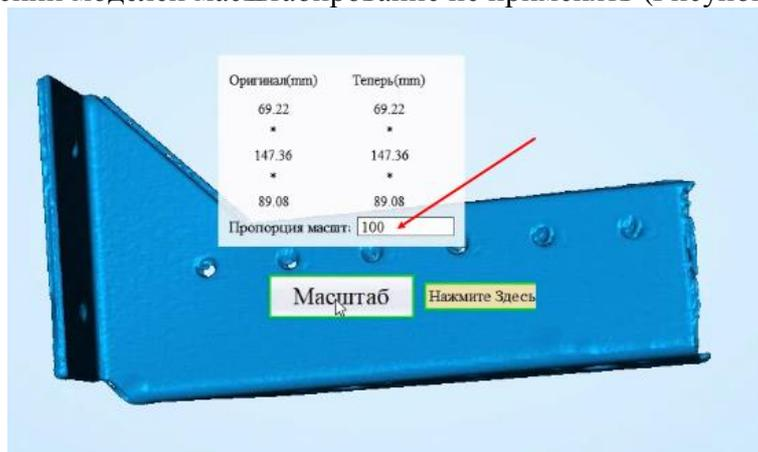

Рисунок 3.15
13. При сохранении моделей масштабирование не применять (Рисунок 3.15).